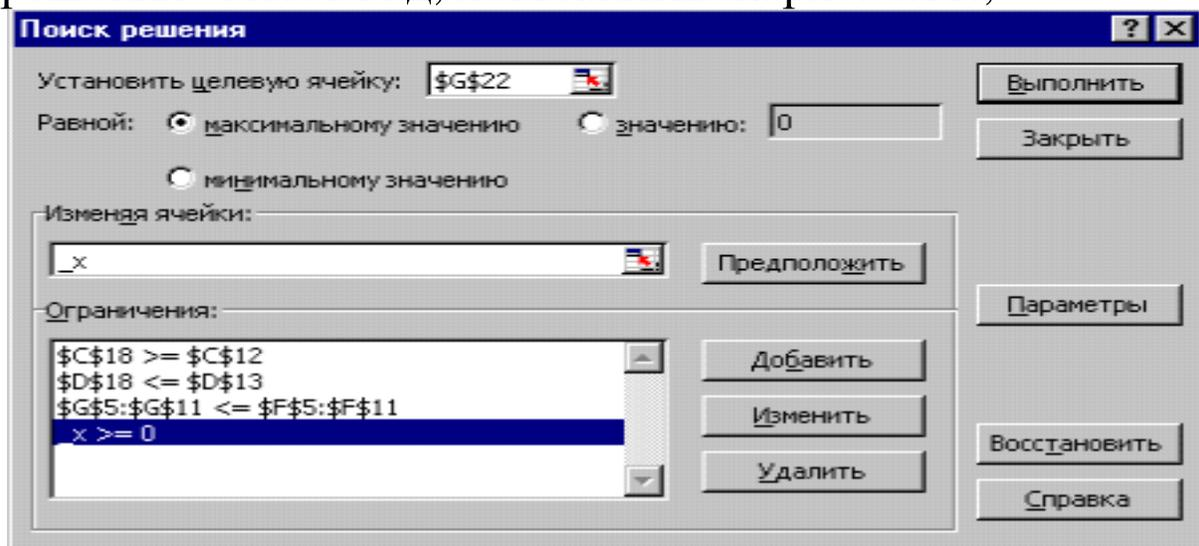

рис. 6.11.
32. Убедитесь, что появившееся окно программы “Поиска решения” имеет вид, показанный на рис. 6.11.;